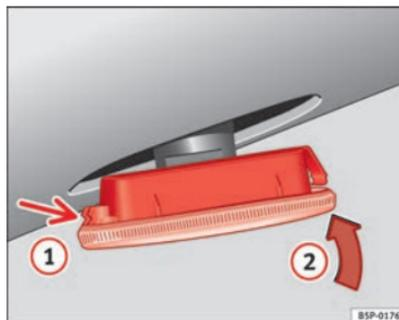

Fig. 183 Intermitentes laterales
- Coloque el intermitente en primer lugar en el orificio de la carrocería, encajando las pestañas **(1)** ⇒ fig. 183, y a continuación encaje la lámpara como indica la flecha **(2)** ⇒ fig. 183. ■